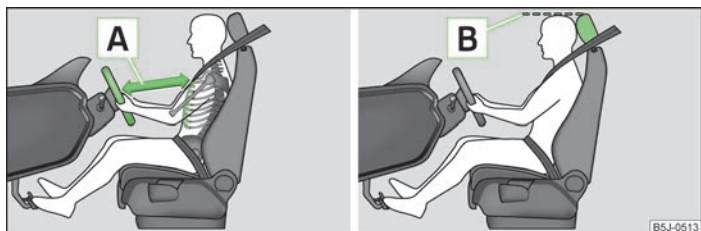

Fig. 110 Distanța corectă dintre șofer și volan / Reglarea corectă a tetierei
- Reglați volanul astfel încât distanța **A** » fig. 110 dintre volan și torace să fie de cel puțin 25 cm.
- Reglați tetiera astfel încât marginea superioară a tetierei să se afle, pe cât posibil, la aceeași înălțime cu partea superioară a capului dumneavoastră **B** » fig. 110 la pagina 124.